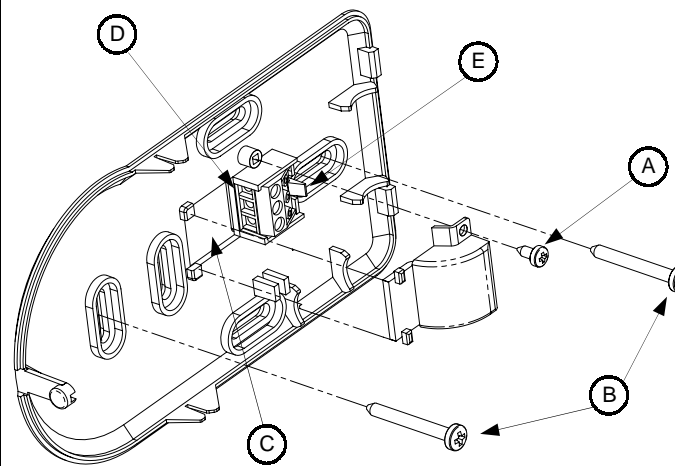

FIG. 3
- 2 Svitare la vite, indicata in A di fig. 3, relativa al coprimorsetto e sfilare lo stesso.
Remove the screw, shown as 'A' in fig. 3, fixing the plastic cap and remove it.
- 3 Passare i fili attraverso la finestra della base, indicata in C di fig. 3 e utilizzando le due viti in dotazione, B di fig. 3 fissare la base del termostato sulla scatola da incasso oppure direttamente sulla parete.
Pass the wires through the hole in the base, shown as 'C' in fig. 3 and using the two screws included in the package, ('B' in fig. 3) fix the thermostat base on the junction box or directly on the wall.
- 4 Per agevolare i collegamenti elettrici, estrarre la morsettiera a 3 vie, D di fig. 3, facendo una piccola pressione verso l'esterno sulla levetta, E di fig. 3, che tiene fissata la morsettiera alla base.
In order to easy the electrical wiring, remove the 3-poles wiring block ('D' in fig. 3), applying a little pressure towards the external on the lever 'E' in fig. 3, which actually fixes it to the base.